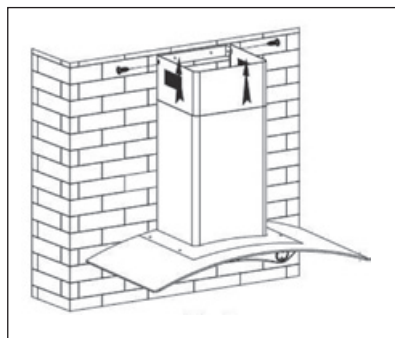

Рис. 9.5
10. Установите декоративные кожухи вытяжки, прикрепив их установленной верхней планке двумя саморезами (рис. 9.5).